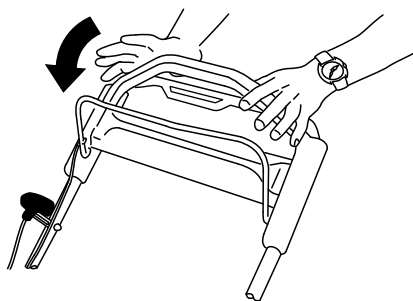

Bild 22
Lassen Sie den Schaltbügel los (Bild 22).
- Wenn die Heckauswurflappe nicht eingesetzt ist, fassen Sie sie am Griff an, heben das Heckablenkblech an und setzen den Heckauswurfkanal ein, bis der Riegel arretiert, siehe Bild 22.